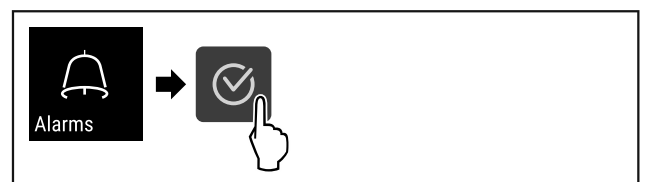

Fig. 107
- ▶ Izvedite zahtevane korake (glejte Fig. 107).